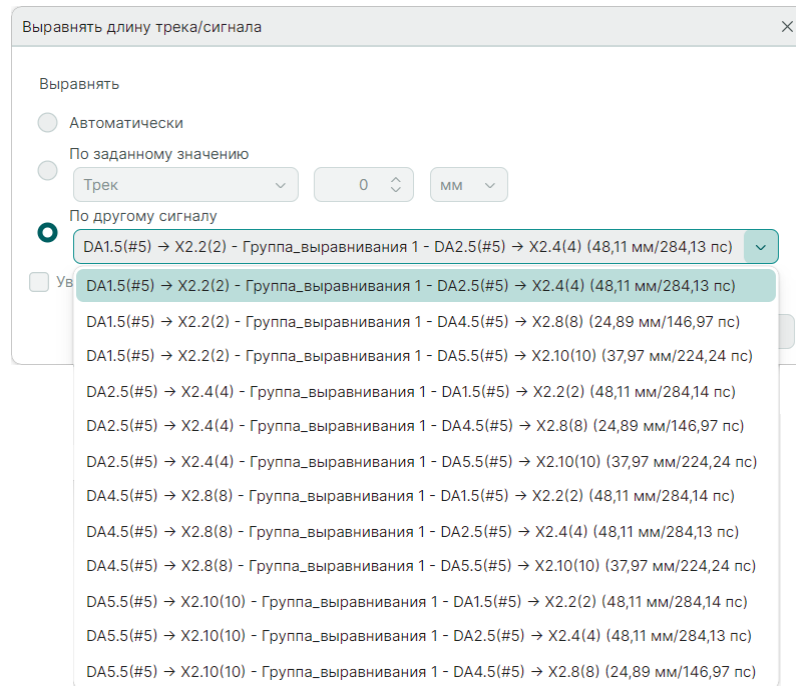

Рис. 391 Выбор сигнала для выравнивания
4. Установите флаг в чек-бок «По другому сигналу», выберите сигнал для выравнивания и нажмите кнопку «ОК», см. Рис. 391.